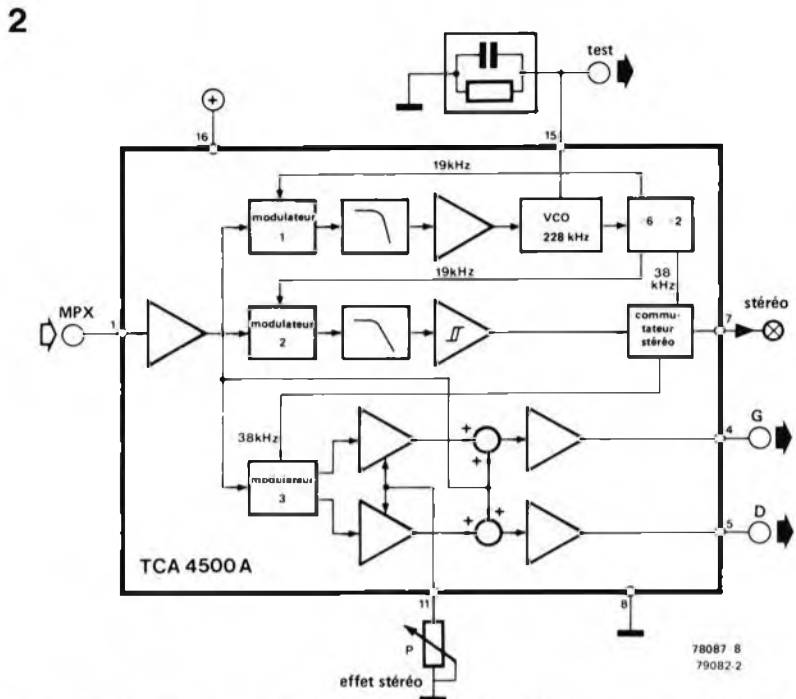

Figure 2. Schéma synoptique interne du circuit intégré décodeur stéréo TCA 4500A.
initiaux, f_1 et f_2 , on trouve la présence de signaux dont la fréquence est une combinaison (sommées ou différences) des fréquences f_1 et f_2 . Le degré d'intermodulation et le taux de distorsion sont souvent proportionnels au courant continu du transistor d'entrée. Ils augmentent considérablement quand le courant collecteur du transistor diminue. En guise d'exemple, la figure 2 nous montre la relation existant entre l'intermodulation et le courant collecteur d'un BFT 66/BFT67.
La figure 2 donne le schéma du générateur de sons bizarres. Comme on peut le voir, il ne comprend que deux circuits
Figure 2. Schéma du générateur. Deux circuits intégrés CMOS et quelques composants discrets : voilà tout ce dont nous avons besoin pour obtenir une gamme intéressante d'effets sonores.
La figure 2 représente le schéma synoptique interne du TCA 4500A. Le signal stéréo multiplexé est tout d'abord amplifié, puis envoyé à un détecteur (1) 19 kHz employant une boucle à verrouillage de phase PLL (Phase Locked Loop) qui commande la fréquence du VCO. Le détecteur est essentiellement composé d'un comparateur de phase dont la tension de sortie est nulle lorsque le déphasage existant entre le signal d'identification émis et le signal à 19 kHz qui est généré de façon interne, est égal à 90° . Dans tous les autres cas, le discriminateur génère un signal de sortie possédant une composante continue, qui est filtré à l'aide d'un filtre passe-bas, et utilisé pour commander la fréquence du VCO, de telle sorte que le déphasage tende à nouveau vers 90° . La fréquence du VCO est en fait verrouillée sur l'harmonique 12 du signal d'identification, c'est-à-dire sur 228 kHz. La fréquence du signal de sortie du VCO est divisée par un facteur 6 pour obtenir la sous-porteuse à 38 kHz (qui a été supprimée à l'émission). Ce signal est indispensable pour démoduler l'information audio initiale. Une autre division de fréquence par un facteur 2 fournit au détecteur (1) le signal de contre-réaction PLL à 19 kHz, ainsi qu'un second signal à 19 kHz qui est envoyé au détecteur (2) du signal d'identification. Ce dernier détermine s'il y a présence ou absence du signal d'identification dans le signal stéréo MPX. Le signal à 19 kHz n'est pas, comme c'est habituellement le cas, un signal carré symétrique, mais plutôt un signal à "deux marches d'escalier" qui ressemble grossièrement à un signal sinusoïdal (voir figure 3). L'avantage d'une telle forme d'onde est qu'elle contient bien moins d'harmoniques. Si le signal MPX contient le signal d'identification à 19 kHz, le détecteur (2) fournit en sortie une tension de commande qui attaque un trigger de Schmitt. Ce dernier pilote l'interrupteur stéréo et la lampe indiquant que l'émission est stéréo. L'interrupteur conduit la sous-porteuse à 38 kHz au détecteur (3), qui démodule les signaux audio des canaux gauche et droit. Ces derniers sont tamponnés avant d'être sommés avec le signal d'entrée MPX. Le rapport de sommation dépend de la position du potentiomètre P, ce qui permet de doser l'effet stéréo. Enfin les signaux des canaux gauche et droit sont également tamponnés et sortent sous une faible impédance (100). Le tableau 1 résume les principales caractéristiques du TCA 4500A.